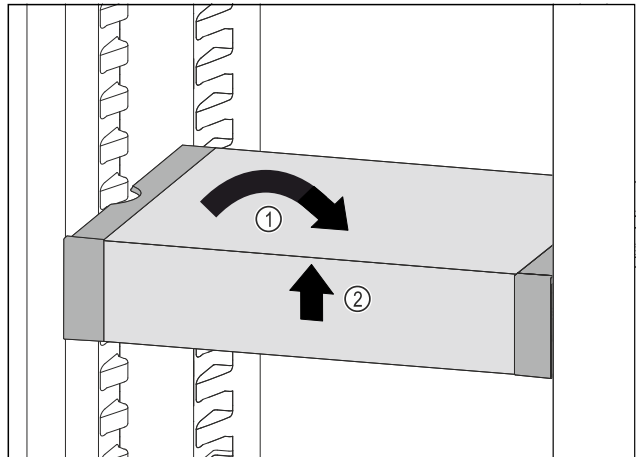

Fig. 198
- Remettre le VarioSafe droit. Fig. 198 (1)
- Soulever la partie avant du VarioSafe. Fig. 198 (2)